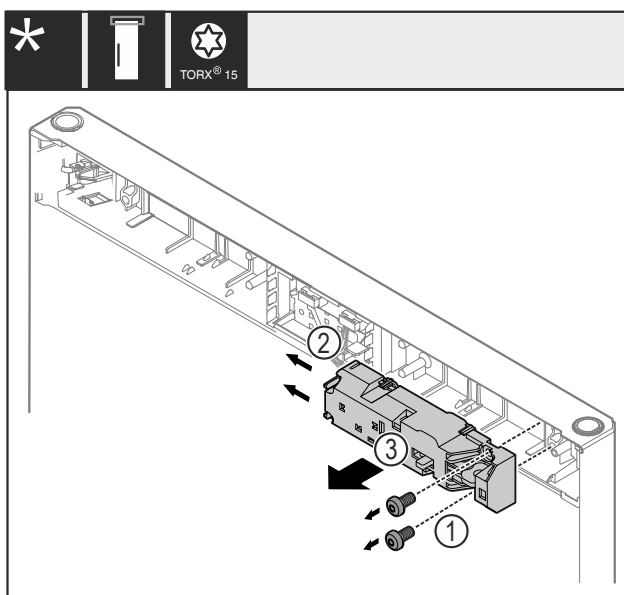

Fig. 21
- Schroeven Fig. 21 (1) verwijderen.
- Vergrendelingslipjes Fig. 21 (2) opzij duwen en de vergrendeling op afstand Fig. 21 (3) wegnemen.